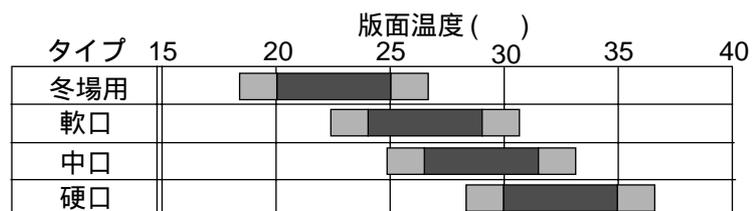

図8 インキの硬さ(タイプ)と適正使用温度域
**A** C.T.I( Critical Toning Index: 地汚れ指数)により管理されており、およその目安を図8に示します。なお、インキメーカーによってインキのタイプをあらわす記号表示(L,M,S,N,H etc)はまちまちなので、必ずインキメーカーに問い合わせるようにして下さい。